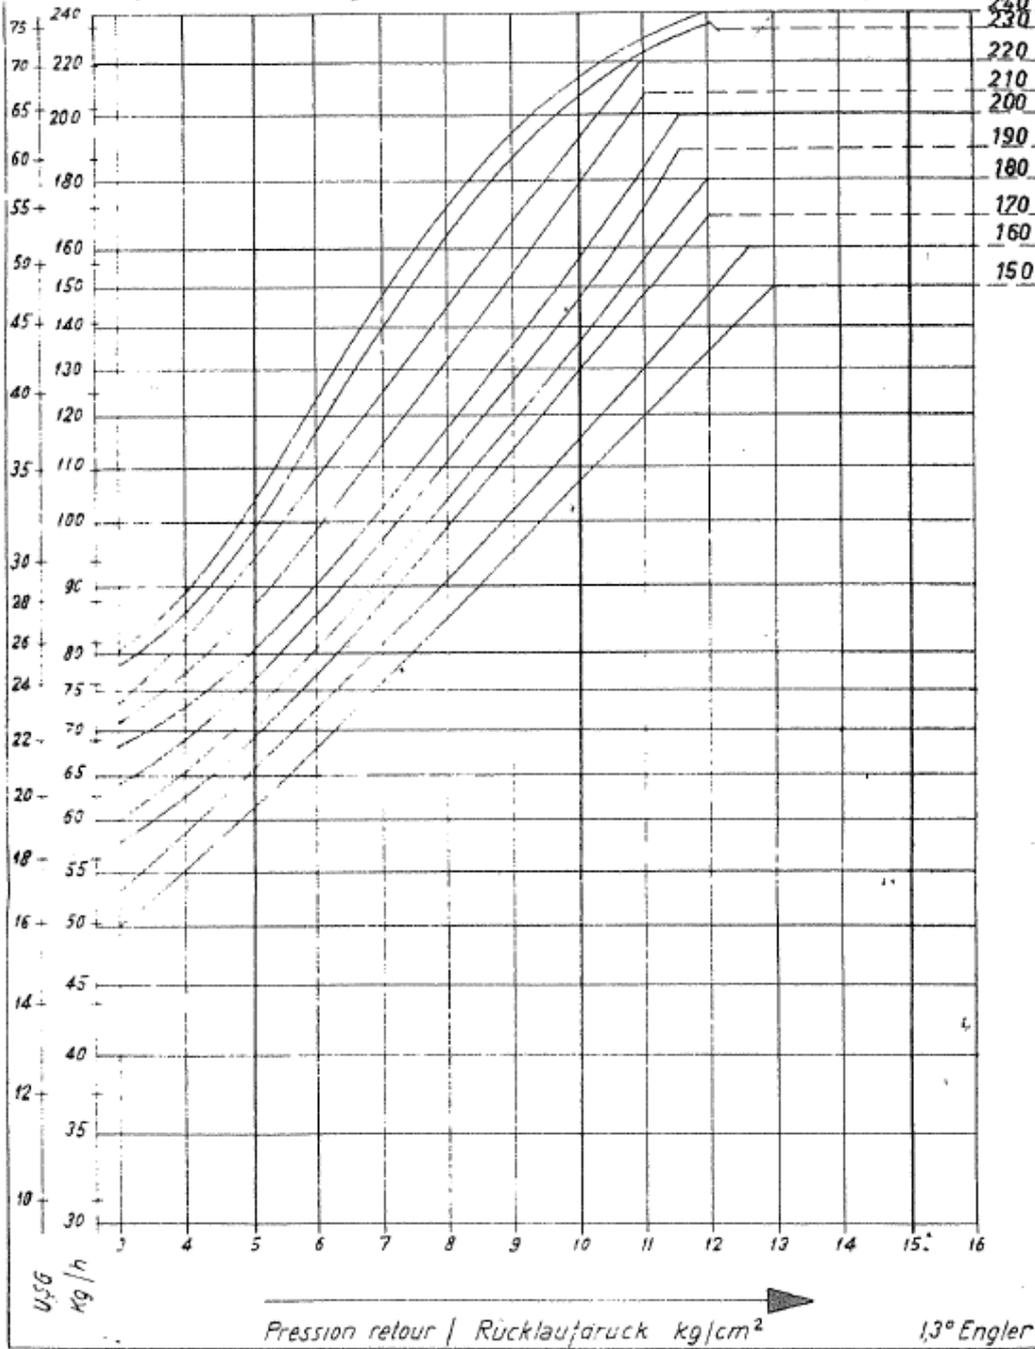

Рис. 10
**Пример (Bergonzo):** если горелка укомплектована форсункой, с расходом, равным 220 кг/час, то максимальное давление обратного хода топлива регулируется примерно на 11 бар, имея на подаче давление в 20 бар: при таких условиях достигается расход в 220 кг/час. Если же необходимо на обратном ходе иметь давление, равное 5 барам, то нужно воздействовать на регулировочный винт регулятора давления (см. Рис. 10). Получаемый расход будет составлять примерно 95 кг/час (см. пример, приведенный далее в графике).